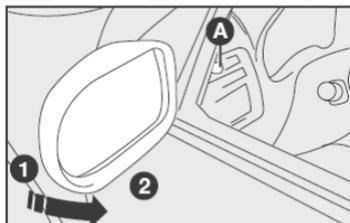

fig. 16
### Con regulación interna manual - fig. 16
- ⚠ Si el espejo ocasiona dificultades al pasar por un lugar estrecho, cambiar la posición 1- fig. 16 o 17 para la posición 2.